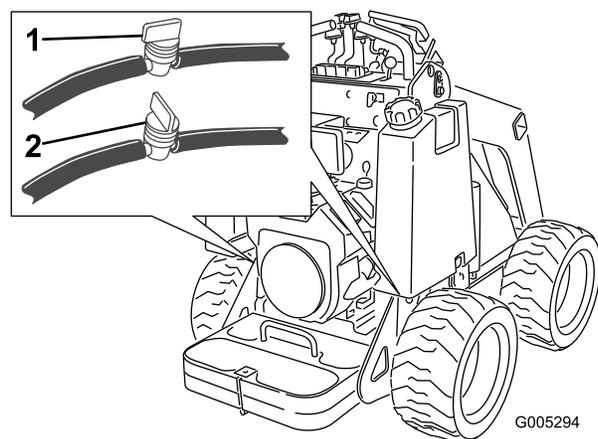

Figure 30
3. Fermez le robinet d'arrivée de carburant au bas de chaque réservoir de carburant (Figure 30).
3. Fermez le robinet d'arrivée de carburant sur le flexible au bas du/des réservoir(s) de carburant, comme montré à la Figure 30.
8. Ouvrez le(s) robinet(s) d'arrivée de carburant sur le(s) flexible(s) situé(s) près du fond du réservoir de carburant, comme montré à la Figure 30.